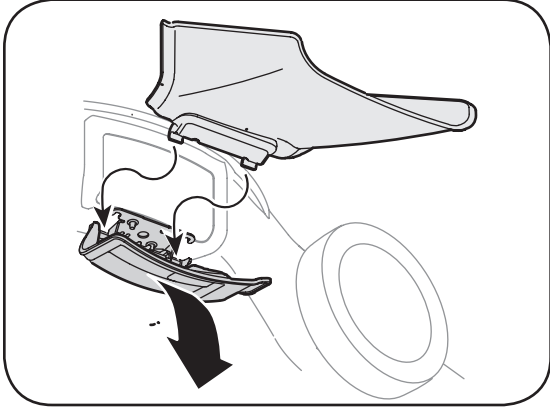

Figure 3-7
- a. Relevez le bouchon de déchetage à charnière qui se trouve sur le côté du plateau de coupe. Voir la Figure 3-7.